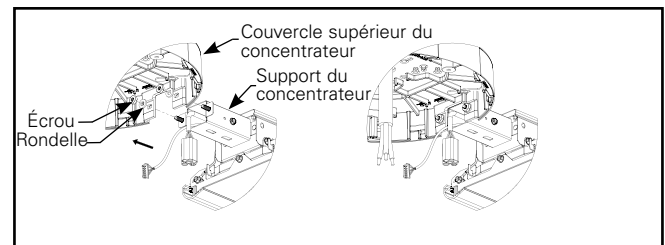

Figure 7.
6. Fixez le couvercle supérieur du concentrateur au support du concentrateur de luminaire à l'aide des écrous fournis (figure 7). Assurez-vous que la surface supérieure du luminaire et celle du concentrateur sont alignées et de niveau.